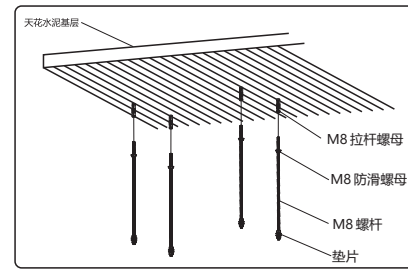

图3
- 3. 依照图3的顺序，将M8拉杆螺母旋入水泥基层孔位，再依次套入拉杆螺母、防滑螺母、螺杆以及垫片。注意每一处必须确认已固定拧紧，谨防意外发生。